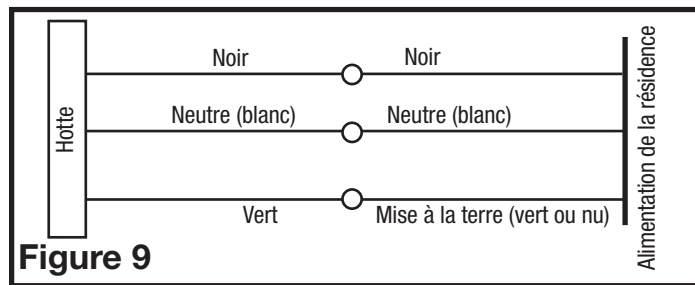

Figure 9
1. Connectez les deux câbles blancs lâches de la hotte au câble blanc de l'alimentation, et le câble noir lâche de la hotte au câble noir de l'alimentation. Connectez le fil de mise à la terre (vert ou nu) de la hotte au câble vert d'alimentation. Suivez les méthodes homologuées pour effectuer toutes les connexions (**Figure 9**).